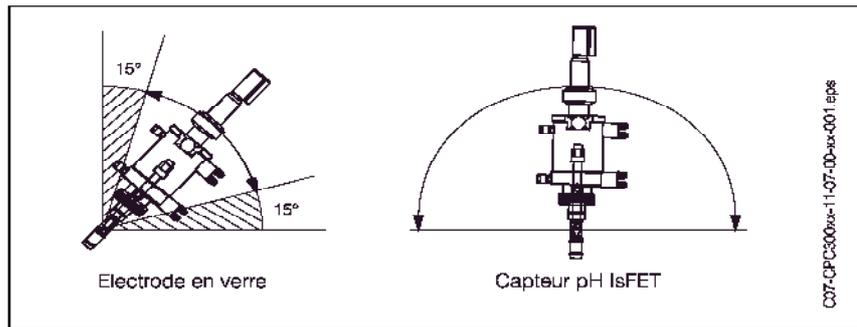

Fig. 4 : gauche : pour les électrodes en verre, l'angle de montage doit être d'au moins 15° par rapport à l'horizontale et la verticale
- Sonde avec électrodes en verre : monter la sonde avec un angle de montage d'au moins 15° par rapport à l'horizontale et la verticale (voir fig. 4).